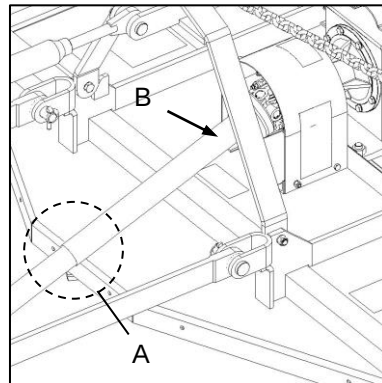

Fig. 2
- ✓ Following installation of the PTO shaft, lift the implement to an acceptable transporting height and ensure that there is no contact between the PTO driveshaft and the implement (Fig. 2-A).
- ✓ Ensure that universal joint operating angles are not exceeded and that over-compression or over-extension of the PTO driveshaft is avoided (Fig. 2-B).
- ✓ Na installering van die kragtakkeras moet die implement tot 'n aanvaarbare vervoerhoogte gelig word, en maak seker dat daar geen kontak tussen die kragtakkeras en die implement is nie (Fig. 2-A).
- ✓ Verseker dat kruiskoppelingwerkshoeke nie oorskry word nie en dat geen oorkompressie of oorverlenging van die kragtakkeras plaasvind nie (Fig. 2-B).